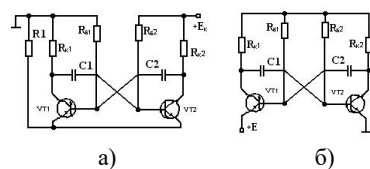

Рис. 1.7
16. Описать принцип работы мультивибратора по рис. 1.7а и рис.1.7б.
20. Перечислить порядок расчета схем на рис. 1.7а и рис.1.7б.